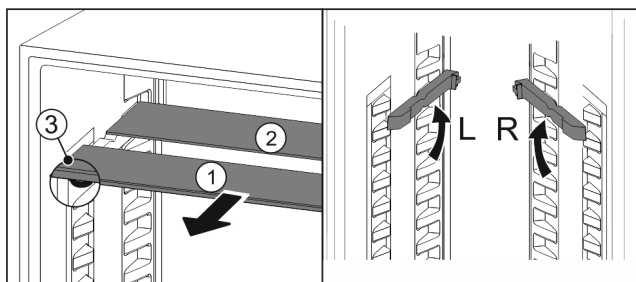

Fig. 74
- Wyciągnąć Fig. 74 (1) pojedynczo półki szklane do przodu.
- Płyta szklana Fig. 74 (1) z listwą ozdobną znajduje się z przodu.
- Stopery Fig. 74 (3) wskazują w dół.